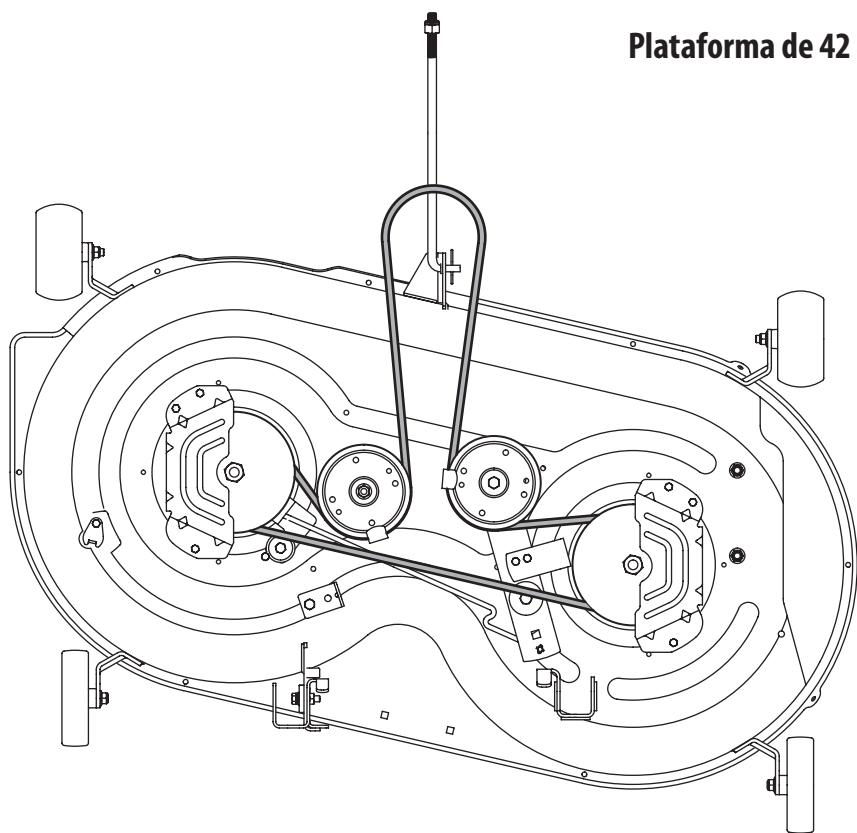

Figura 7-11
- Vuelva a instalar la cubierta, asegurándose de que la cinta sigue siendo derrotados en las poleas con las instrucciones. Véase la figura. 7-11.